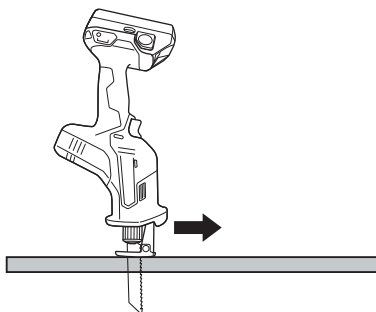

Fig. 27
- (3) Tirez l'interrupteur à fond et avancez lentement la scie. (Fig. 27).